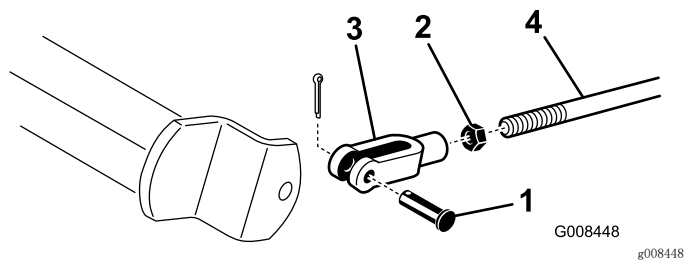

图44
- A. 取下开口销和柱销，断开刹车杆（图44）。
- B. 松开锁紧螺母，并相应调节 U 形销（图44）。
- C. 将 U 形销装回刹车轴（图44）。